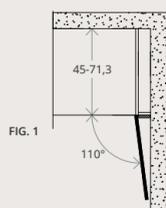

FIG. 1
- If the door opening side is right up against a wall, insert a fixed strip (Fig. 1)
- Si le côté d'ouverture porte est accosté à une paroi, insérer un filler fixe (Fig. 1)
- Wenn sich die Seite, auf der die Front geöffnet wird, an einer Wand befindet, muss ein festes Band eingebaut werden (Abb. 1)
- Si el lado de apertura de la puerta apoya contra una pared, insertar una banda fija (Fig. 1)
- Если со стороны открывания створки находится стена, необходимо установить фиксированную планку (Рис. 1)
- 如果门板的开启边靠近墙壁, 则插入一块固定板条 (图1)